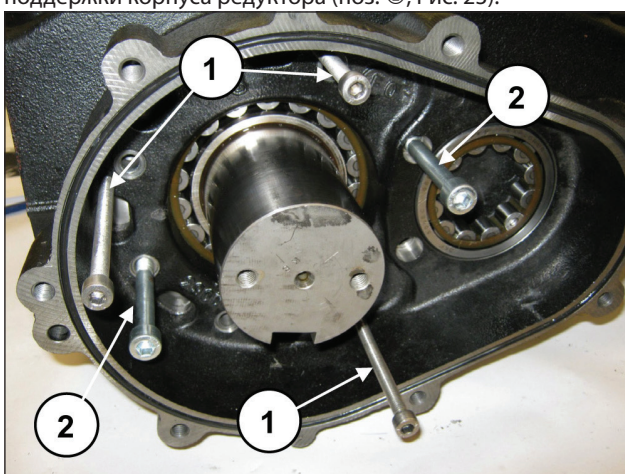

Рис. 23
Установите 3 штифта или резьбовых винта М8 (поз. ①, Рис. 23) с функцией съемников в соответствующие отверстия, и два винта М10 достаточной длины для поддержки корпуса редуктора (поз. ②, Рис. 23).